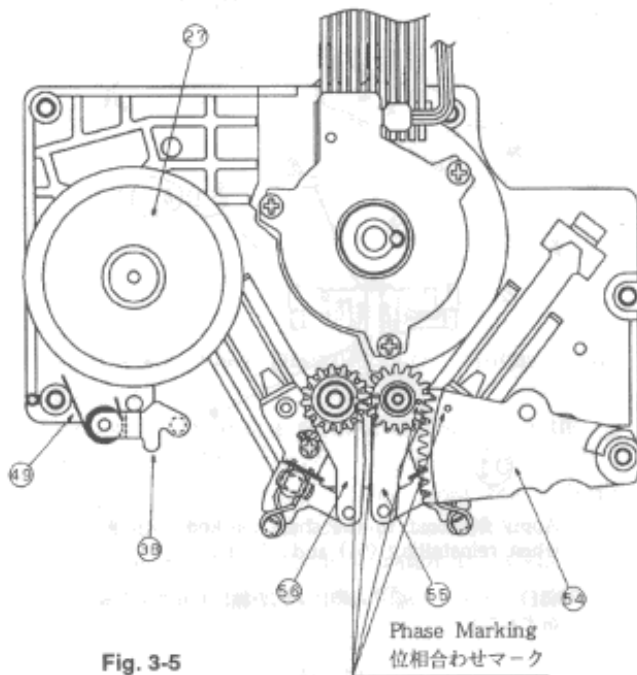

Fig. 3-5
- 1) ③c ワッシャを外し、⑰ Loading Lever Blockを外す。
- See that the phases of the Gear Arm, L1 (IN) Arm, and L1 (OUT) Arm are matched with each other, as shown in Fig. 3-5.
- 1) (7)ネジ 6本を外し、ベース・メカ・ユニットを逆さにして、(27) Rotor Blockを下に押しながら、(30) Cylinder Assyを外す。
- 2) Cylinder Assyから(54) Gear Arm, (55) L1 (IN) Arm, (56) L1 (OUT) Arm, (38) TG-R, (49) TG-R Springの順に外す。(27)
- 3) Rotor BlockをCylinder Assyより抜き取る(組立の時、④ワッシャ 2コをはめること)。
- 4) (8)ネジ 2本を外し(14) Loading Link Block, (24) INC (IN) Base, (15) Loading Link Block, (25) INC Base BlockをCylinder Assyより外す。
- Gear Arm, L1 (IN) Arm, L1 (OUT) Armの位相はFig. 3-5を参照。